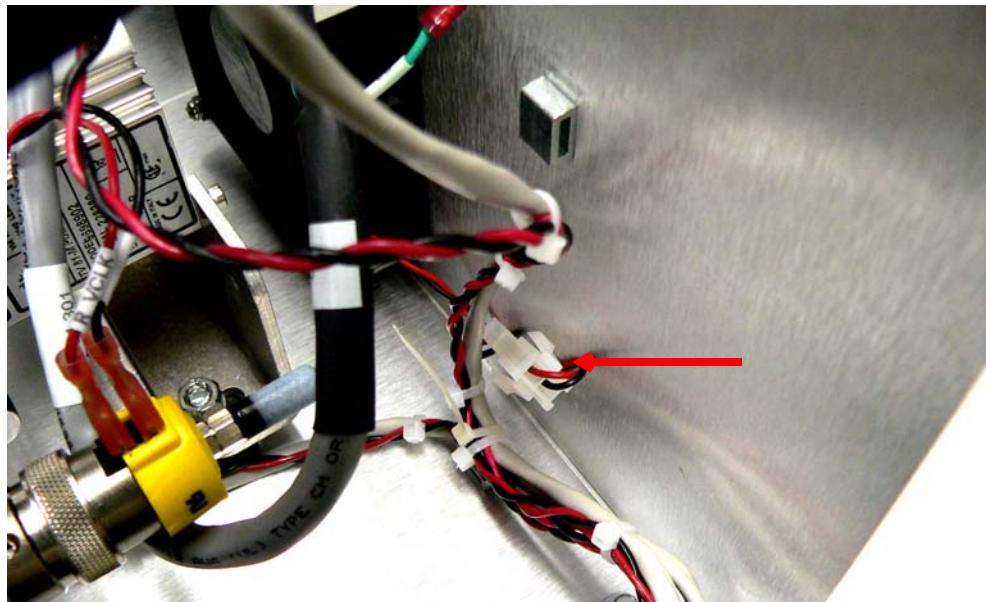

图 B-10 风扇接头
4. 断开白色风扇接头（图 B-10）。
8. 放入新风扇，并重新安装四 (4) 套垫圈/螺母和垫片并拧紧前端安装螺丝。
9. 重新连接白色风扇接头 (第 B-8 “页图 B-10)。